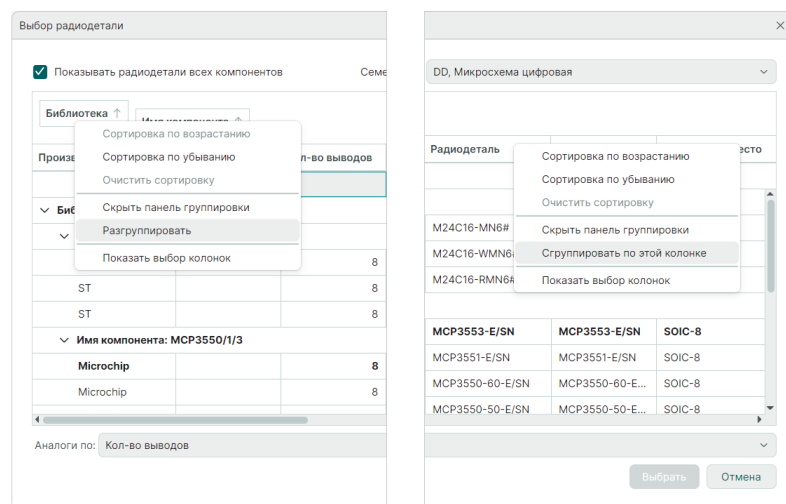

Рис. 99 Добавление/удаление столбца в панель группировки
4. Добавление столбца в панель группировки производится с помощью команды контекстного меню «Сгруппировать по этой колонке», для исключения столбца из панели группировки используйте команду «Разгруппировать», Рис. 99.